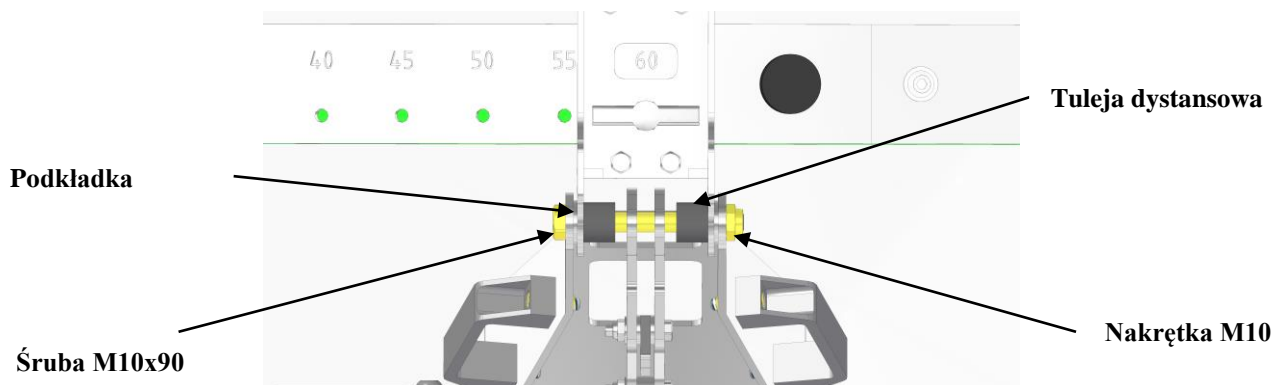

Rys. 4. Montaż dla SIPMA RN 500 BORYNA i RN 1000 BORYNA
4. Przykręcić mocowanie dolne z przewodnicą przy użyciu wcześniej zdemontowanych śrub, oraz mocowanie górne ze skalą przy użyciu śrub dołączonych do zestawu w sposób przedstawiony na rysunkach: (**Rys. 4**, **Rys. 5**). Rozstawienie śrub mocowania górnego różni się między wersjami rozsiewaczy.